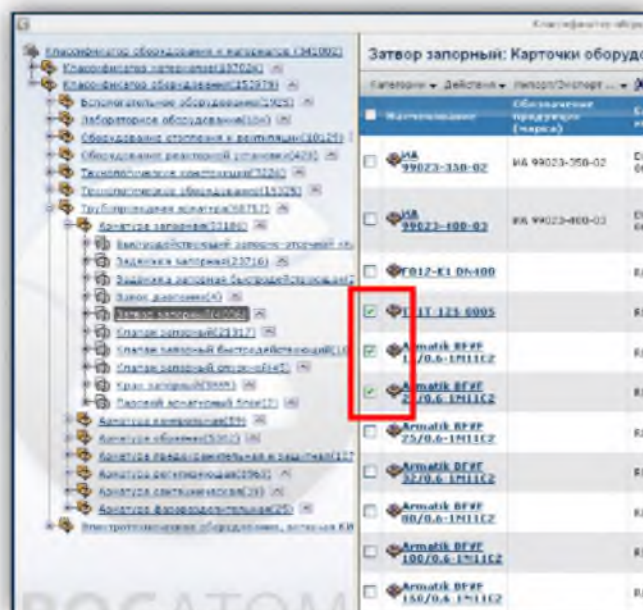

Рисунок 4.6.2.1 – Окно выбора карточек для сравнения
4.6.2 В отобразившемся справа от дерева классификатора списке карточек оборудования, принадлежащих конечной ветке классификатора, отметьте карточки для сравнения (рисунок 4.6.2.1).